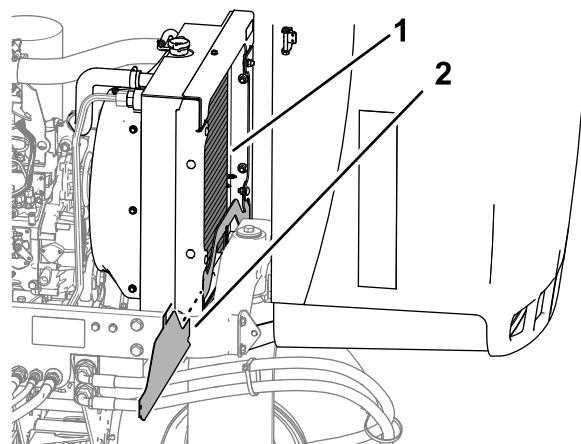

Figura 72
5. Pulite accuratamente con acqua o aria compressa entrambi i lati dell'area del radiatore (Figura 72).
4. Rimuovete il carter del radiatore inferiore (Figura 72).